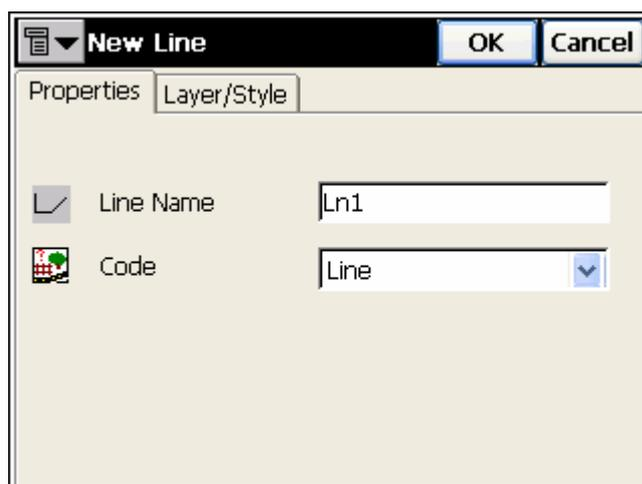

Рисунок 4-17. Свойства новой линии
- New Line (Новая Линия) - при выборе этого пункта появляется окно **New Line (Новая Линия)** (рис. 4-17 на стр. 4-12), где вводятся информация, необходимая для построения новой линии, и ее свойства. TopSURV позволяет создавать столько линий, сколько для точки выбрано кодов (соответственно, и окно **New Line (Новая Линия)** появляется столько раз, сколько выбрано кодов, или только единожды, если не выбрано ни одного). При этом текущая точка, а также все последующие будет принадлежать всем этим новым линиям.